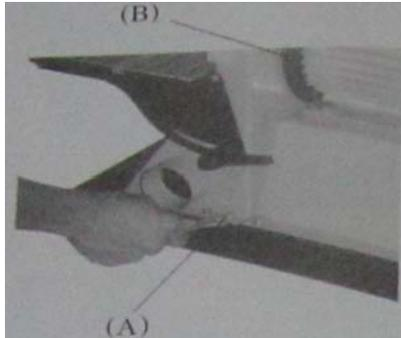

Abb. 7: Arbeitstisch lösen
Schritt 2: Lösen Sie die vier Schrauben (A / B Abb. 7) die sich auf dem Deckel rechts und links befinden.